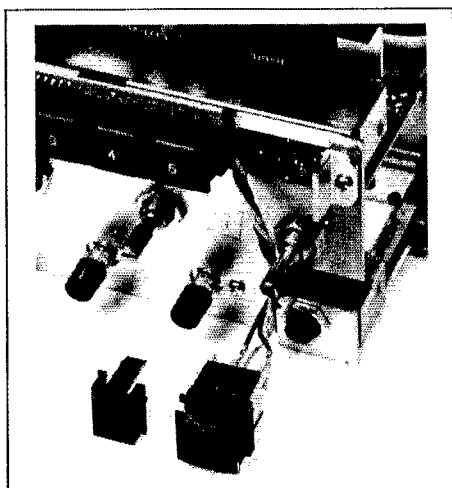

Fig. 2.9
- Die Blindabdeckung zwischen dem Netzschalter und den Eingangswahltasten herausziehen, der Netzschalter kann nun ausgewechselt werden (Fig. 2.9).
- Pull out blanking cover between power switch and input selector buttons. The power switch can now be replaced (Fig. 2.9).